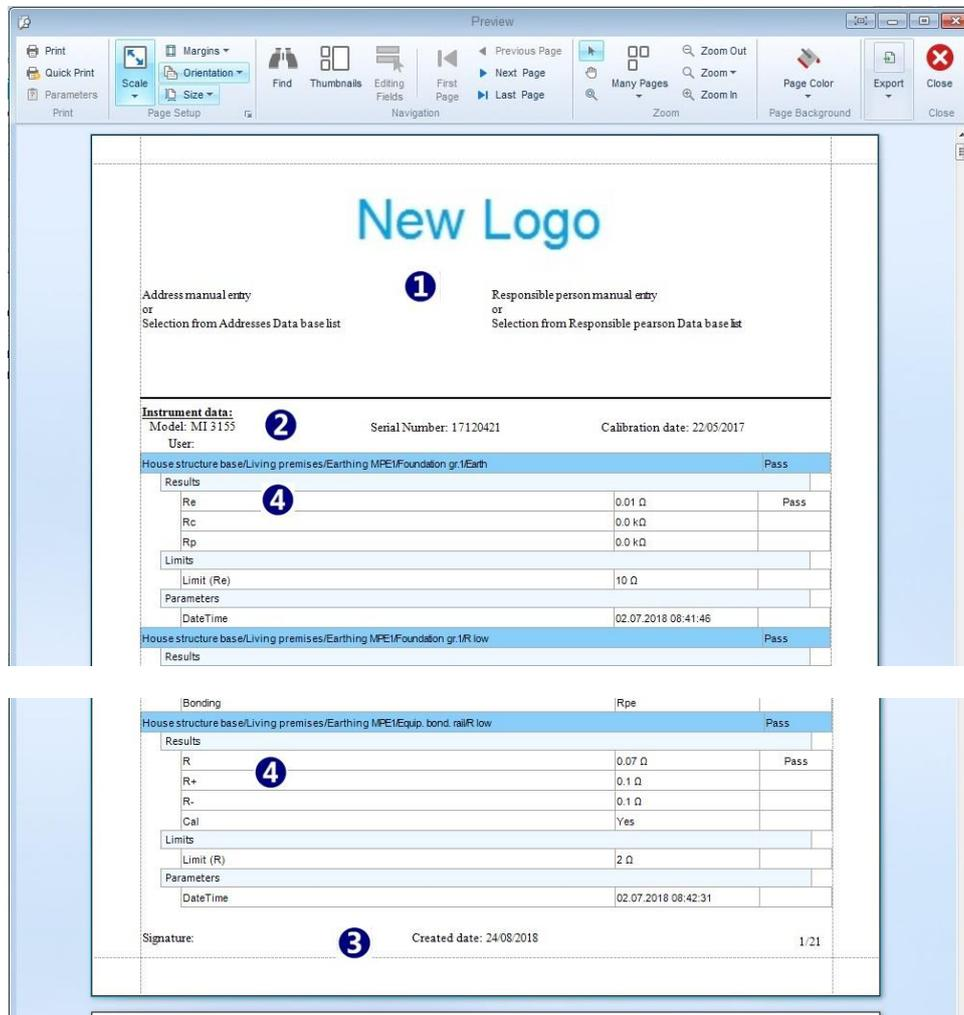

Abbildung 9.2: Vorschau des Ergebnisdokuments im Druckformat
- Klicken Sie auf **Print Results** innerhalb der Gruppe Tools der Start-Registerkarte des Menüs öffnet das Dokument Testprojekt-Ergebnisse im Fenster Vorschau-Manager, **Abbildung 9.2**.